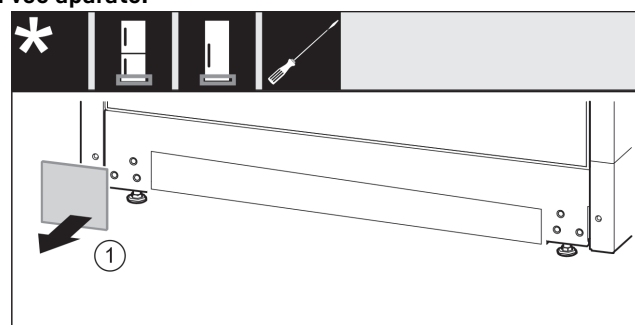

Fig. 14
- ▶ Snemite oblogo. Fig. 14 (1)